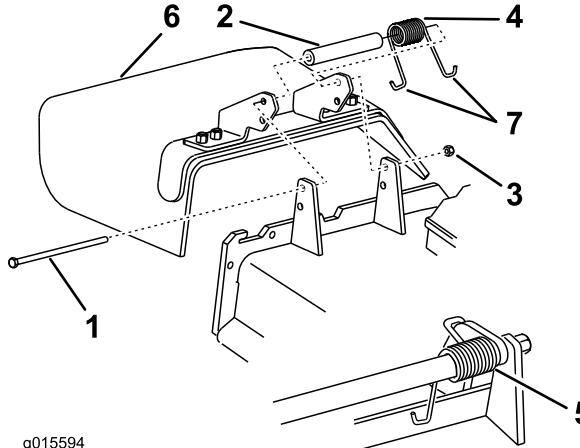

Bild 86
1. Entfernen Sie die Sicherungsmutter, Schraube, Feder und das Distanzstück, mit denen das Ablenkblech an den Schwenkhalterungen befestigt ist (Bild 86).
2. Entfernen Sie defekte oder abgenutzte Ablenkbleche (Bild 86).
Hinweis: Achten Sie darauf, dass ein J-förmiges Federende hinter der Mähwerkseite befestigt ist, bevor Sie die Schraube einsetzen, wie in Bild 86 abgebildet.
6. Führen Sie das J-förmige Hakenende der Feder um das Ablenkblech (Bild 86).